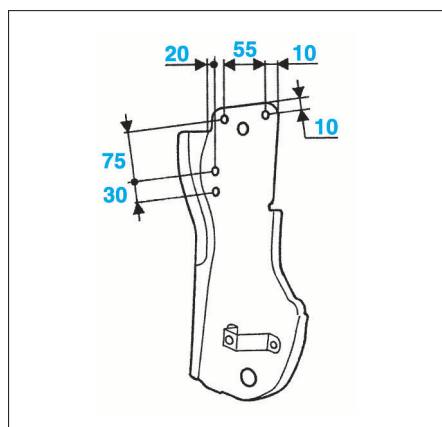

FIG. 47
- Percer à 6,5 mm la fermeture de bas de caisse (Fig.47).